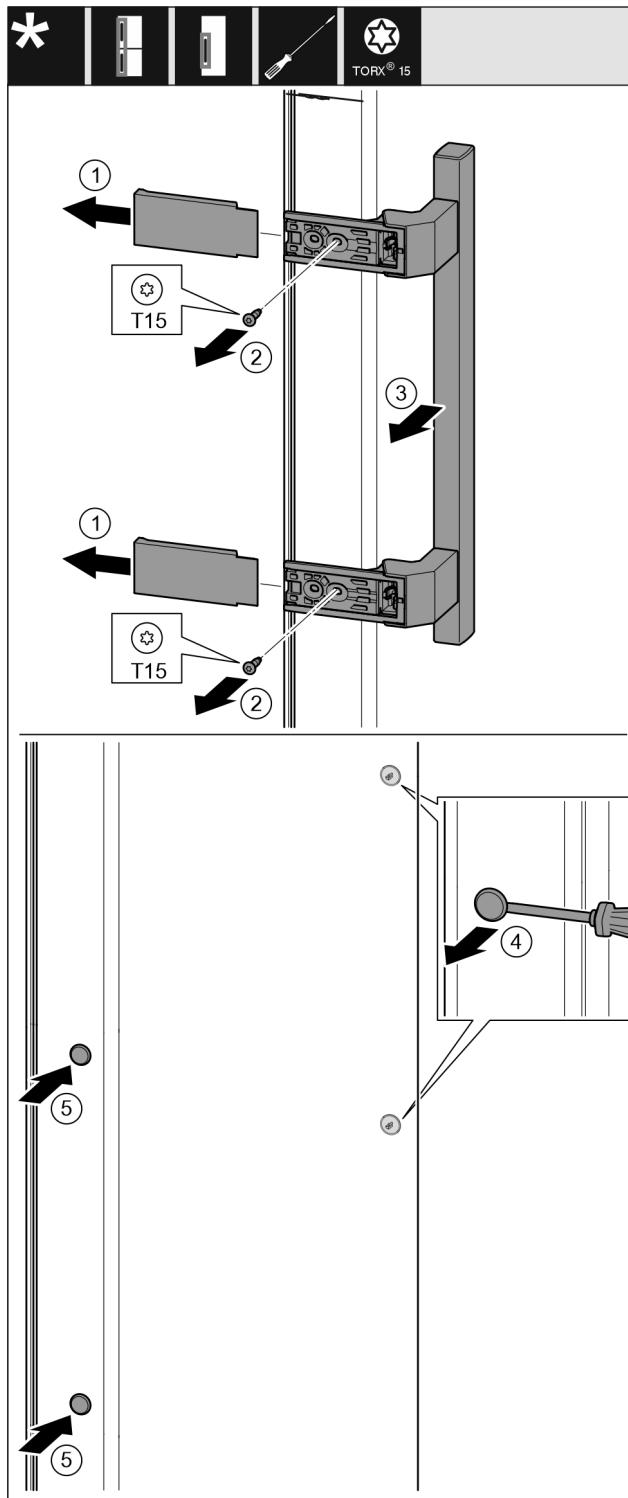

Fig. 19
- Hiqni kapakun mbulues. Fig. 19 (1)
- Nxirri jashtë vidat me një kaçavidë T15. Fig. 19 (2)
- Hiqni dorezën. Fig. 19 (3)
- Ngrini lart me kujdes tapat anësore me një kaçavidë me kokë petë dhe nxirri jashtë. Fig. 19 (4)
- Vendosni sérish tapat në anën tjetër. Fig. 19 (5)